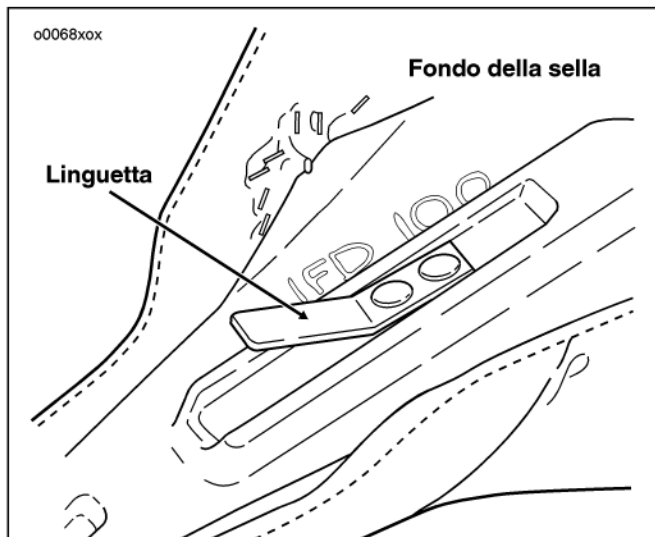
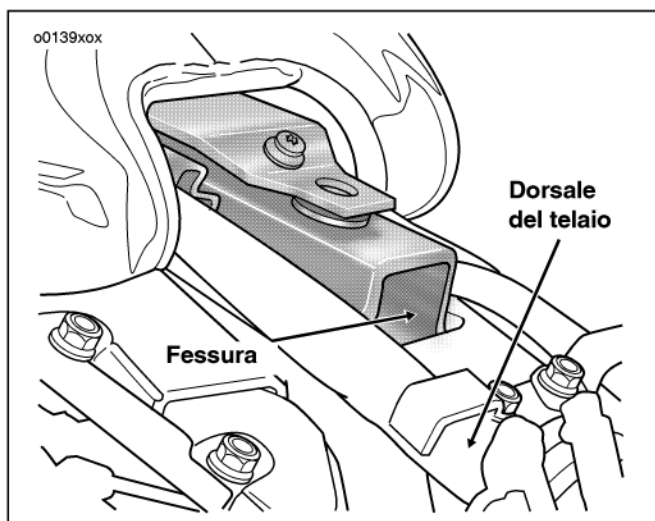
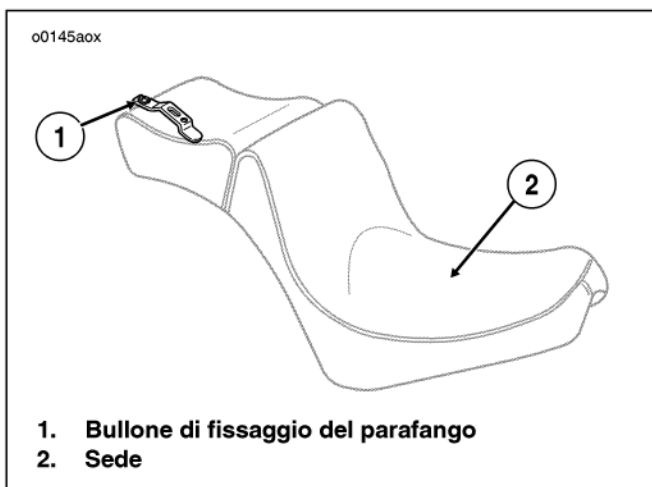

Figura 69. Linguetta della sella
Figura 70. Dorsale del telaio
Figura 76. Sella (modelli FXST/FXSTB/FXSTS)
Vedere la Figura 69. e la Figura 70. Tutte le motociclette Softail Harley-Davidson sono dotate, sotto la sella, di una linguetta che scivola sotto l'estremità posteriore del telaio.
3. Vedere la Figura 69. Spingere indietro la sella in modo da liberare la linguetta – che si trova sulla parte anteriore della sella – dalla fessura o dalla staffa del dorsale del telaio.
6. Vedere la Figura 69. Spingere indietro la sella in modo da liberare la linguetta – che si trova sulla parte anteriore della sella – dalla fessura o dalla staffa che si trova sulla dorsale del telaio.
1. Vedere la Figura 76. Rimuovere le viti di fissaggio del parafrangente (2) dalla sommità del parafrangente posteriore.
2. Vedere la Figura 69. Spingere indietro la sella in modo da liberare la linguetta – che si trova sulla parte anteriore della sella – dalla fessura o dalla staffa della dorsale del telaio.
1. Vedere la Figura 76. e la Figura 69. Poggiare la sella sulla dorsale del telaio.